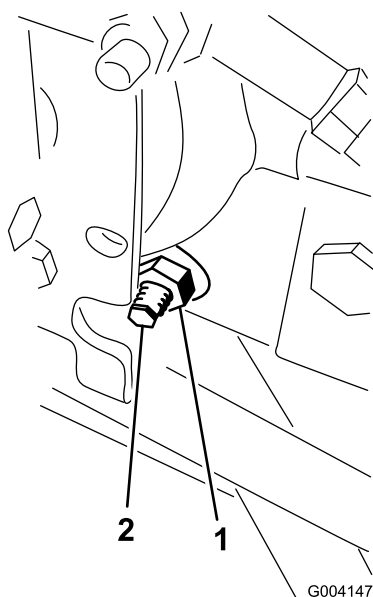

Figure 79
3. Sous le côté droit de l'hydrostat, desserrez le contre-écrou sur la came de réglage de transmission (Figure 79).